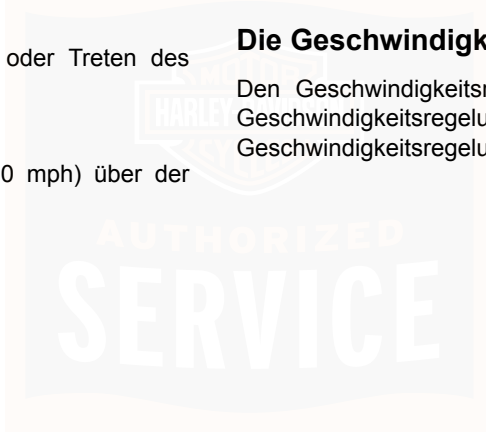

Abbildung 52. Geschwindigkeitsregelung (typisch)
Siehe Abbildung 52. Den Geschwindigkeitsregelungsschalter drücken, um die Geschwindigkeitsregelung (1) einzuschalten. Im eingeschalteten Zustand leuchtet das Symbol für die Geschwindigkeitsregelung in der Tachometer-Oberfläche gelb.
Siehe Abbildung 52. Wenn das Motorrad die gewünschte Geschwindigkeit erreicht hat, den Schalter „SET/+“ drücken, um die Reisegeschwindigkeit (2) einzustellen. Die Farbe des Geschwindigkeitsregelungssymbols wechselt von Gelb auf Grün und die eingestellte Geschwindigkeit wird angezeigt.
Siehe Abbildung 52. Um die Reisegeschwindigkeit zu verlassen, den Gasgriff über den Abrollschalter (3) in die geschlossene Stellung drehen.
Siehe Abbildung 52. Wenn die Geschwindigkeitsregelung deaktiviert wurde, die Geschwindigkeitsregelungs-Kontrollleuchte jedoch orange leuchtet, wird durch Drücken des Schalters „RES/+“, die Geschwindigkeitsregelung (4) wiederaufgenommen. Das Symbol leuchtet grün. Das Motorrad nimmt automatisch die zuvor eingestellte Reisegeschwindigkeit wieder auf.